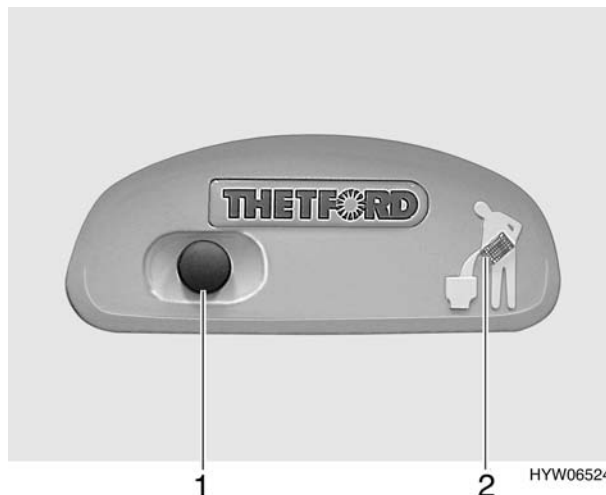

Fig. 83 Pulsante acqua di scarico/Luce spia cassetta Thetford
- Per sciacquare premere il pulsante blu (Fig. 83,1).
Quando la cassetta Thetford è piena e deve venire svuotata, la luce spia (Fig. 83,2) si accende.